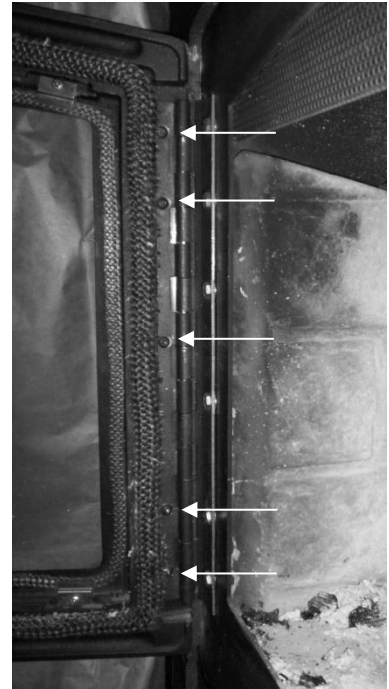

Figure 5 Ajustement de la penture sur la porte
10. Pour resserrer le côté gauche de la porte, dévissez légèrement les vis retenant la penture sur la porte (voir Figure 5).